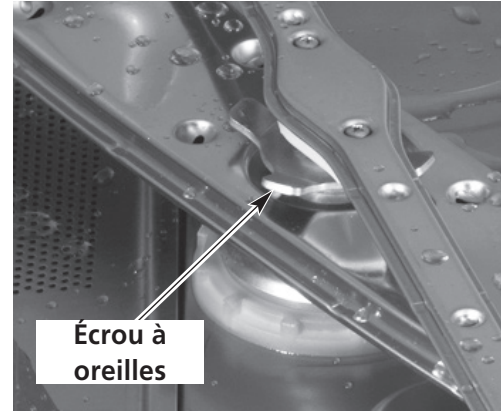

Figure 8
2. Enlevez le gicleur de rinçage en dévissant l'écrou à oreilles (Figure 8). Retirez le gicleur de lavage inférieur en le tirant hors de son axe. Retirez les gicleurs de rinçage et de lavage supérieurs de la même façon. Enlevez les tamis gros et fin (voir les Figures 5 et 6). Nettoyez-les soigneusement à l'évier. Retirez les débris des buses des gicleurs de lavage et de rinçage.